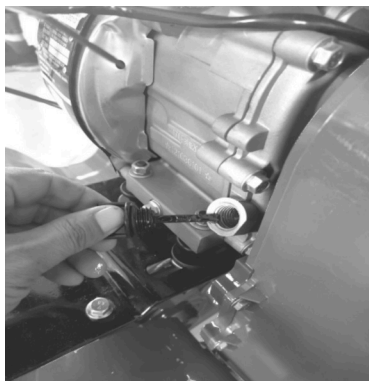

Figura 2
- Desenrosque a vareta de nível do óleo do motor e limpe-a (consulte a Figura 2).